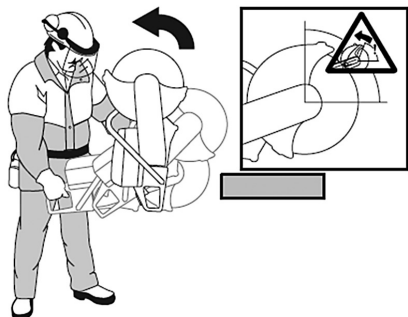

Рис. 11 Движение бензореза при отдаче
*Отдача внезапна и может быть очень сильной. Бензорез может быть подброшен вверх и назад к пользователю вращательным движением, что может привести к серьезной или даже смертельной травме (Рис. 11).*